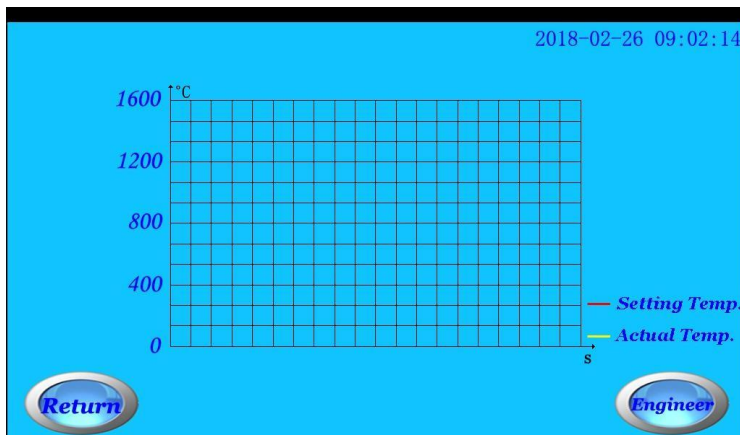

Рис. 5-6 Кривая работы программы в реальном времени
- КРИВАЯ/ CURVE: щелкните этот значок, чтобы войти в меню кривой работы программы (см. Рисунок 5-6). Показана кривая работы программы в реальном времени. Обратите внимание, что значок инженера в меню кривой используется только для тестирования производителя.